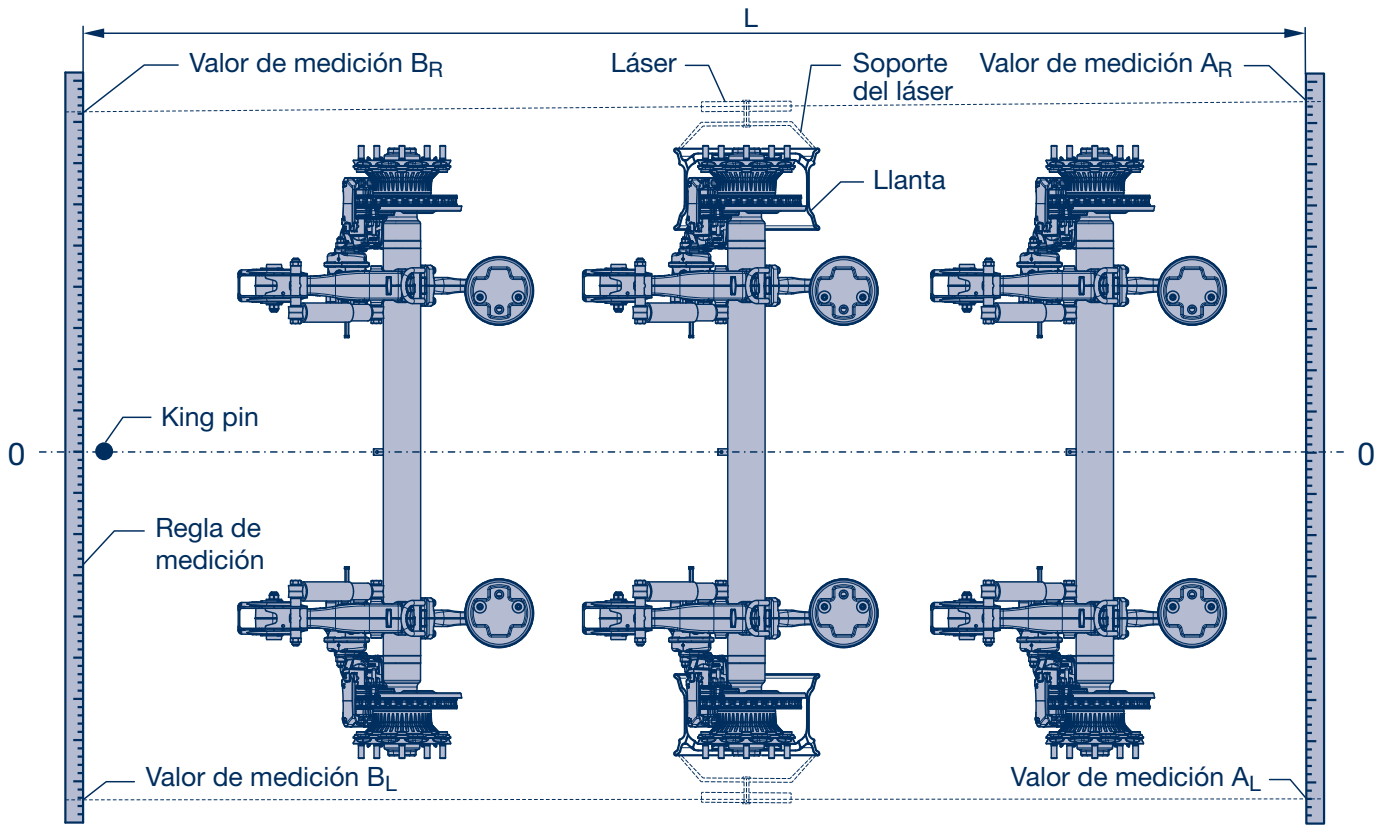

Imagen 9
- [1] Situar el láser según las indicaciones del fabricante (véase la imagen 9). Para ello se deberá comprobar que el **eje se encuentre en posición horizontal** para evitar que los valores de inclinación falseen los resultados de la medición. Se parte de un vehículo descargado.